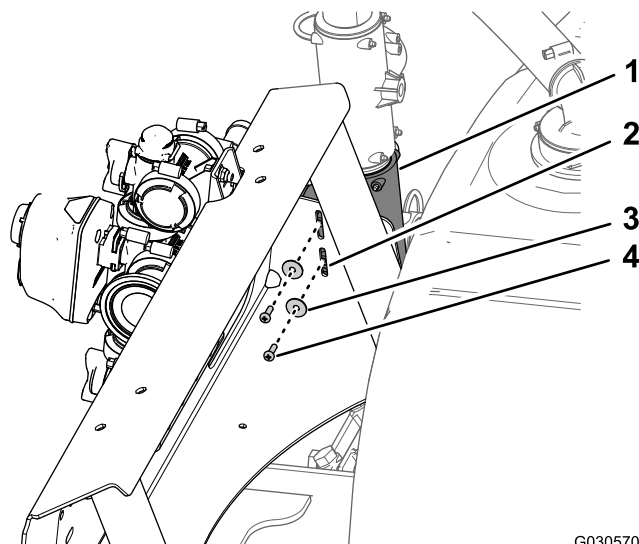

Figure 101
4. Sur le côté gauche du support de collecteur, alignez les trou du raccord en T et les fentes du support (Figure 101).
5. Fixez le raccord en T sur le support de collecteur (Figure 101) à l'aide des 2 vis à tête tronconique (n° 10 x 5/8") et des 2 rondelles (n° 10) que vous avez retirées à l'opération 1 de 18 Dépose du support de collecteur du système à 3 sections de rampe (page 46).